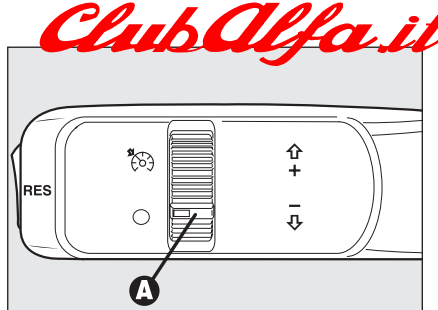

fig. 46
Ruotare la ghiera **A-fig. 46** su
- ☐ ruotare la ghiera **A-fig. 46** su e premendo il pedale dell'acceleratore portare la vettura alla velocità desiderata;
- ☐ ruotando la ghiera **A-fig. 46** su **O**;
In caso di funzionamento difettoso od avaria del dispositivo, ruotare la ghiera A-fig. 46 su O e rivolgersi alla ai Servizi Autorizzati Alfa Romeo dopo aver verificato l'integrità del fusibile di protezione.